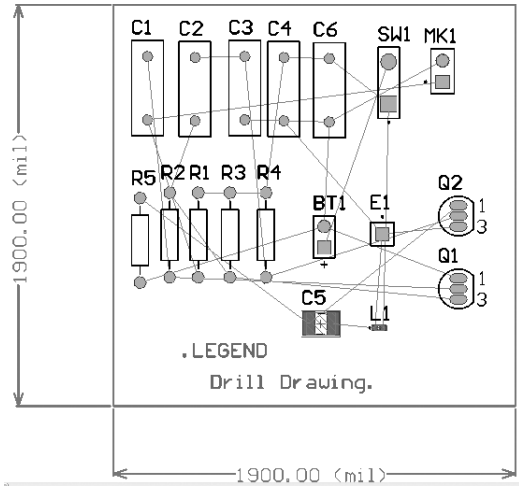

图 8-53 手工调整后的 PCB 图
- 1) 由于本例中元件较少, 因此直接进行手工布局, 调整后的 PCB 图如图 8-53 所示。
3) 选择菜单命令“察看”→“切换到二维显示”, 系统自动返回二维显示图, 如图 8-53 所示。